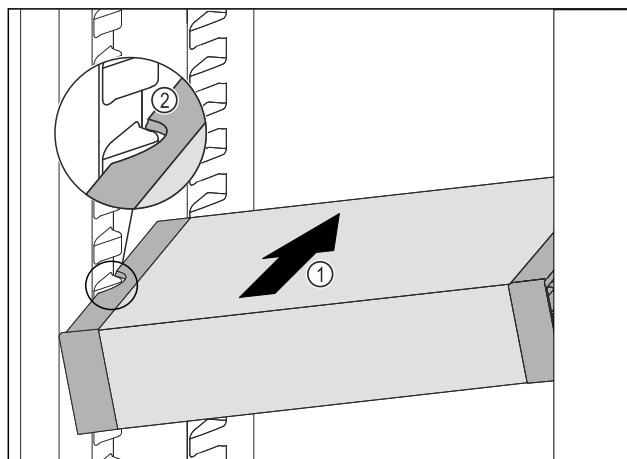

Fig. 102
- Inserire VarioSafe ad angolo nel vano frigorifero Fig. 102 (1), fino a quando le cavità laterali Fig. 102 (2) di VarioSafe non si trovano al livello della nervatura del contenitore nel vano frigorifero.